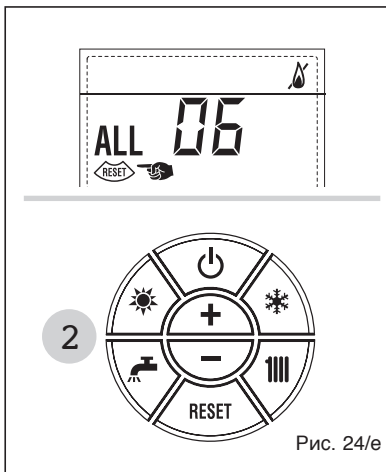

Рис. 24/е
– НЕПОЛАДКА ПРЕДОХРАНИТЕЛЬНОГО/ОГРАНИЧИТЕЛЬНОГО ТЕРМОСТАТА, “ТРЕВ. 07” (рис. 24/ф)